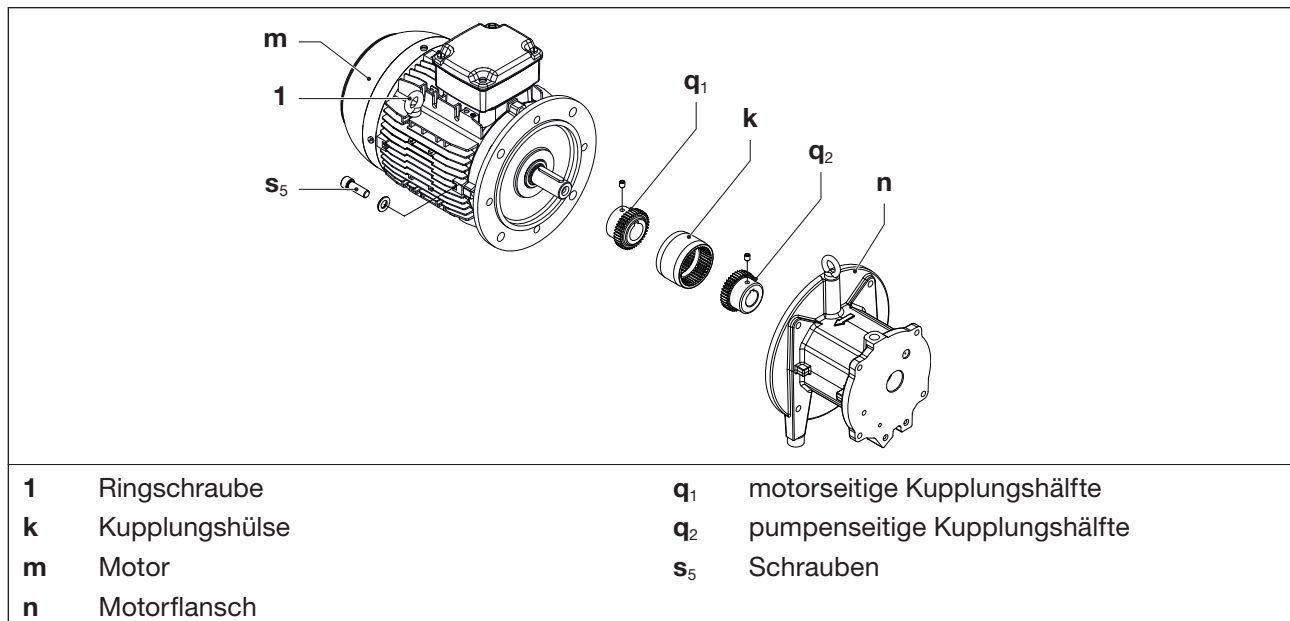

Abb. 10 Kupplung
Die Kupplungshülse (Abb. 10/k) unterliegt einem Verschleiß. Wir empfehlen, die Kupplungshülse regelmäßig zu überprüfen (1 x pro Jahr).
- b) Die Ringschraube am Motor (Abb. 10/1) fest anziehen.
- d) Schrauben (Abb. 10/s5) am Motorflansch (Abb. 10/n) lösen.
- e) Motor mit motorseitiger Kupplungshälfte (Abb. 10/q1) vom Motorflansch (Abb. 10/n) axial abziehen und mittels Hebezeug aufhängen.
- f) Hülse (Abb. 10/k) auf Beschädigung und Verschleiß prüfen und gegebenenfalls tauschen.
- g) Hülse und Motor mit motorseitige Kupplungshälfte wieder axial aufschieben und mit den Schrauben (Abb. 10/s5) am Motorflansch (Abb. 10/n) befestigen. Anzugsmoment: 90 Nm